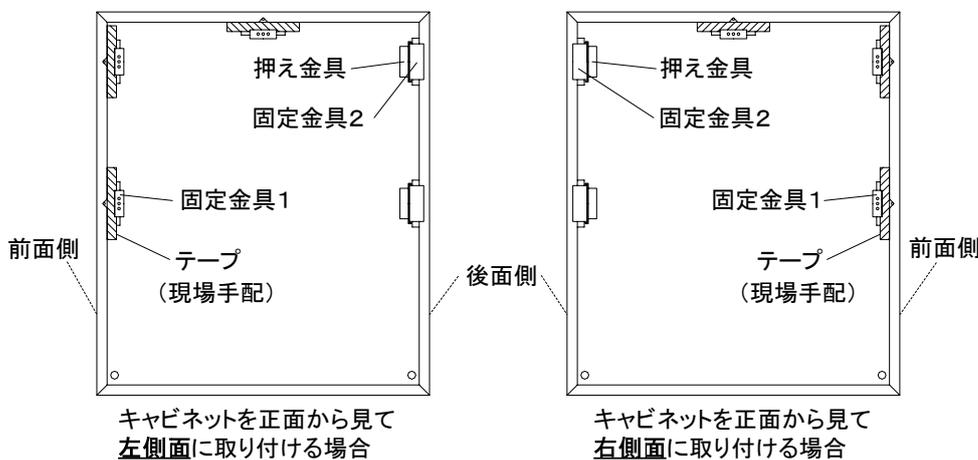

図12-3
- ① 固定金具1をエンドカバーの曲げ部に差込み、お手持ちのテープ(マスキングテープなど)で仮固定してください。(図12-3・4)
- ② 固定金具2をエンドカバーの曲げ部に差込み、押え金具で固定してください。(図12-3・5)